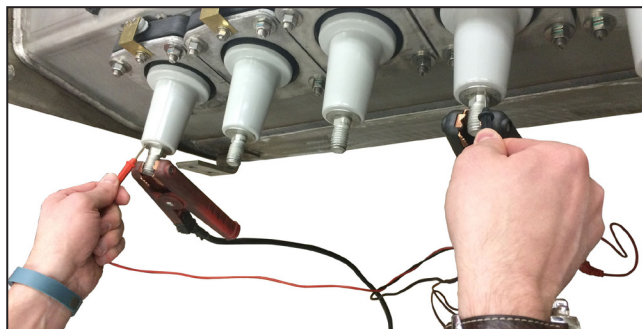

Figura 27. Conexão do dispositivo de medição de resistências●
- PASSO 1.** Prenda as duas pontas de prova condutoras de corrente do dispositivo de medição de resistências aos caminhos de condução dos condutores das buchas de corrente a ser medidas. Ver Figura 27. Neste exemplo, a resistência está sendo medida entre a Via 1 Fase A e Via 2 Fase A.